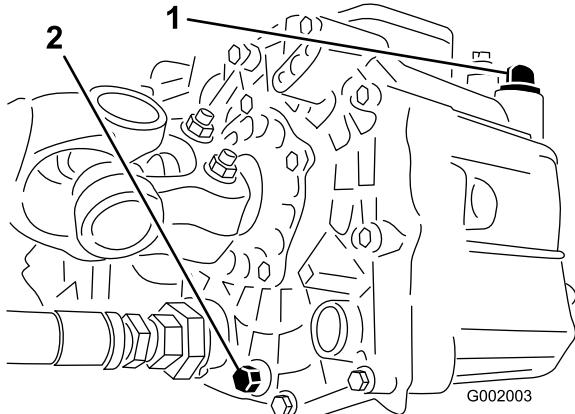

Figura 67
- Retire o bujão de escoamento da parte lateral do reservatório e deixe o fluido hidráulico escorrer para o recipiente (Figura 67).